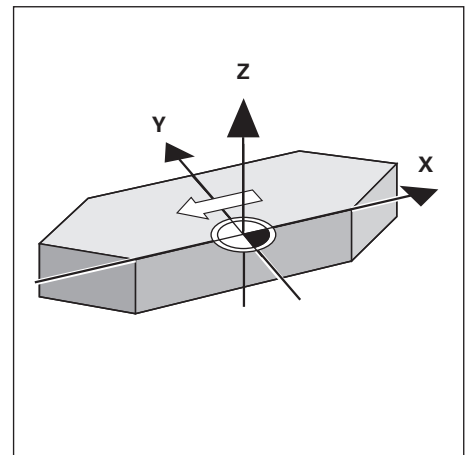

Fig. 9.9: ESPELHO dum contorno
- O zero peça está **sobre** o contorno que se quer reflectir: a peça só se reflecte num eixo (ver Fig. 9.9).